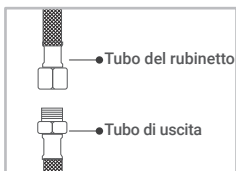

Figura 5
- Se il tubo del rubinetto è 3/8", può essere collegato direttamente al tubo di uscita. (Figura 5)